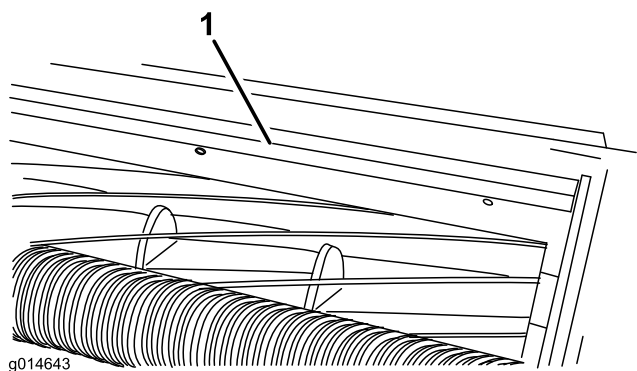

Figura 4
1. Allentate i bulloni che fissano la barra superiore (Figura 4) all'apparato di taglio.